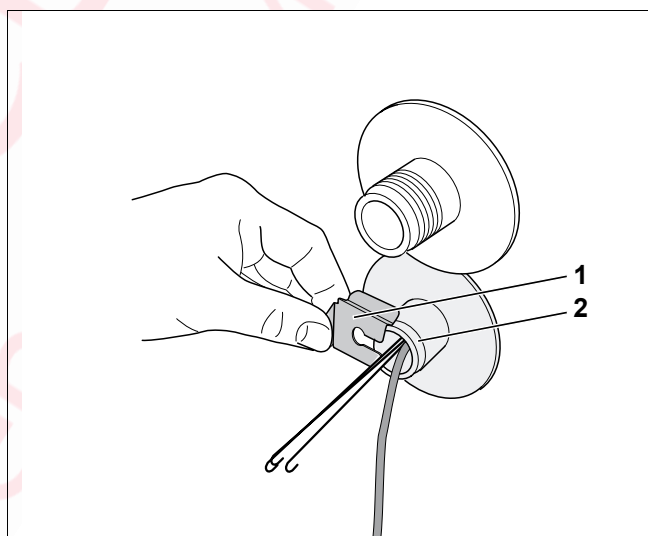

Рис. 8 Установка фиксатора датчика
- Надеть скобу фиксатор (рис. 8, **поз. 1**) на гильзу (рис. 8, **поз. 2**).